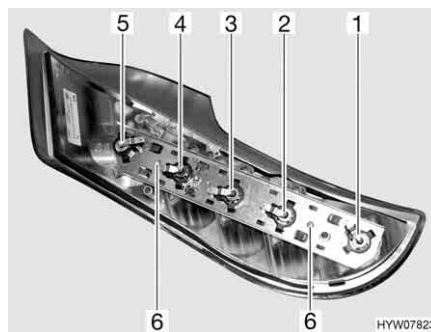

Fig. 150 Luci posteriori (lato posteriore)
- Svitare le due viti Torx (Fig. 150,6) del listello di supporto poste sul lato posteriore dell'involucro.